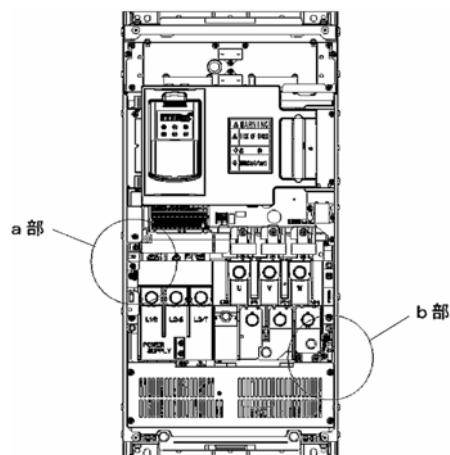

图 10.4 变频器内部配置 (FRN110F1S-4C)
- ① 取下上表面的面板。(请参照 第2章「2.3 配线」)
- ② 变更变频器内部配置(图 10.4)的 a 部和 b 部的配线。